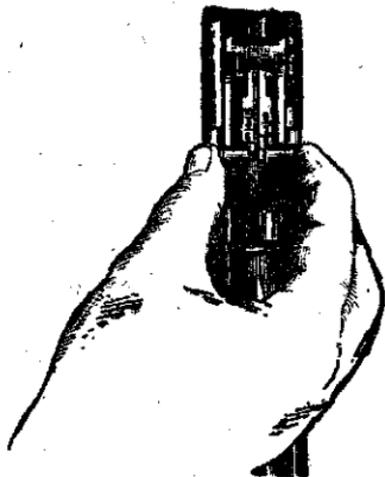

Рис. 57. Установка прицела
**110. Для установки прицела надо,** приблизив автомат к себе, большим и указательным пальцами правой руки сжать защелку хомутика (рис. 57) и передвинуть хомутик до со-